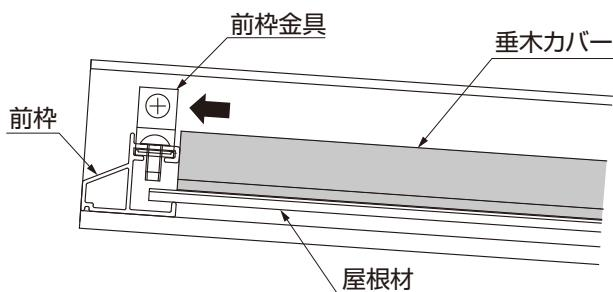

図6-4
⑥垂木カバーを前枠と隙間が無いように置き、【5-3】で取付けてください。(図6-4、図6-5参照)
- ⑩垂木カバーを前枠と隙間が無いように置き、【5-3】で取付けてください。(図6-4、図6-5参照)
- ⑪中間スパンを⑦～⑩同様に、1スパンづつ取付けてください。
- ⑫端部スパンを②～⑥同様に取付けてください。